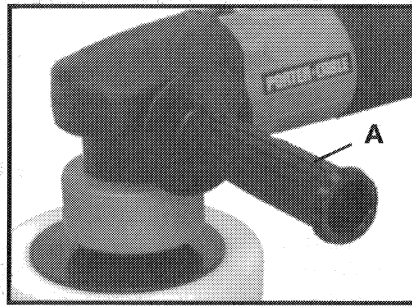

Fig. 2
Con la herramienta se suministra un mango auxiliar (A), Fig. 2. El mango auxiliar puede instalarse en cualquier lado de la carcasa delantera para facilitar el manejo tanto con la mano derecha como con la izquierda.